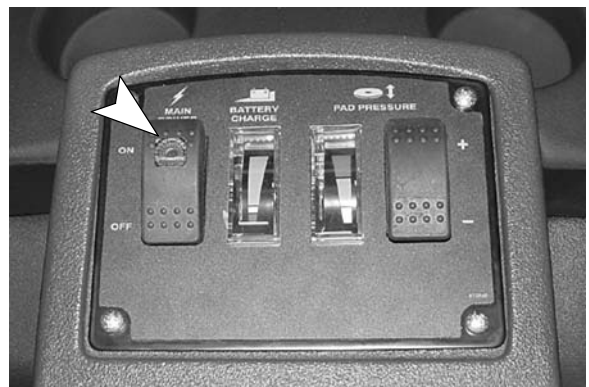

FIG. 8
1. Tournez la clé en position ON, si la machine en est équipée, puis activez le commutateur central d'alimentation (Figure 8).